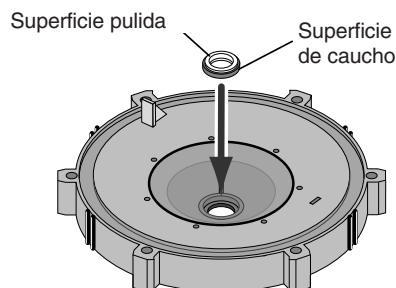

Figura 8
1. El asiento de cerámica debe estar limpio y sin suciedad, grasa, polvo, etc. Humedezca el borde exterior con una pequeña cantidad de detergente líquido, oprima el asiento de cerámica en la cavidad de la plancha de estanqueidad firmemente haciendo presión con el dedo (Figura 8).